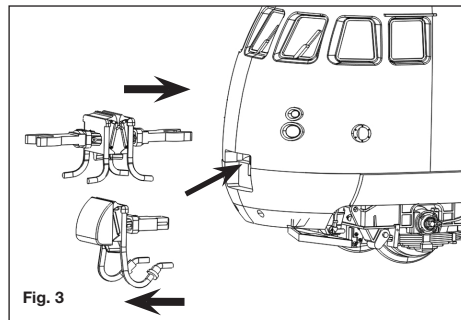

Fig. 3
**Kuppeln von Motor-/Steuerwagen und Mittelwagen mit Kupplungsstecker:** Wir empfehlen, den Zusammenbau des Triebzuges auf einer ebenen Fläche (Tischplatte etc.) durchzuführen. Legen Sie die Wagen in der Reihenfolge Motorwagen (s. fig. 1, 2) - Mittelwagen - Steuerwagen seitlich auf. Greifen Sie die Wagenenden zwischen Daumen und Zeigefingern so, dass Sie die Kupplungsstecker korrekt in die gegenüberliegende Buchse einführen können. (Daumen stützt dabei den Kupplungsstecker bzw. -buchse, fig. 3). Stecker und Buchse müssen eine gleichmäßige Verbindung darstellen (fig. 4). Stehen sich Stecker/Stecker oder Buchse/Buchse gegenüber, müssen sie den Mittelwagen auf die andere Seite drehen. Der Triebzug besitzt an den Kopfenden eine abnehmbare Kupplungsattrappe. Diese können Sie gegen die beliebige Kuppelstange austauschen (z. B. für Doppeltraktion). Zum Trennen des Triebzuges sind die Fahrzeuge in umgekehrter Pfeilrichtung (fig. 3) auseinanderzuziehen, dabei Fahrzeuge wieder wie beim Zusammenkuppeln greifen.
gungende Kuppelstange austauschen (z. B. für Doppeltraktion). Zum Trennen des Triebzuges sind die Fahrzeuge in umgekehrter Pfeilrichtung (fig. 3) auseinanderzuziehen, dabei Fahrzeuge wieder wie beim Zusammenkuppeln greifen.
**Coupling the driving coaches to the intermediate coach:** We recommend that you set up the train, as shown in fig. 1, on an even surface (a table or similar), starting with the motor coach. Place all vehicles, with their sidewalls on the table (fig. 2). Grip as shown in fig. 3 the vehicle's ends between thumbs and index fingers and slide the coupling connectors into the coupling sockets, thus forming an aligned coupling assembly (fig. 4). During that, your thumbs should be supporting the couplings. If you find two connectors or two sockets facing each other turn the intermediate coach on the opposite side. The train has a detachable coupling dummy at each end. For a double-heading or similar purpose, you can replace the coupling dummy with the accompa-
nying coupling bar. To separate the train, simply grip the train the same way as applied when coupling together and pull the vehicles apart in the opposite direction of the arrow shown in fig. 3.
**Accouplement des véhicules pilotes et du wagon intermédiaire :** Nous recommandons de composer le train sur une surface plane (une table etc.). Poser les véhicules lateralement (comme l'ordre indiqué dans la fig. 1) sur la table (fig. 2) et l'accoupler d'après des véhicules en les enclipsant. Saisissez les extrémités de la voiture par le pouce et l'index de sorte que vous pouvez introduire le connecteur de couplage correctement dans la prise d'accouplement (alors que le pouce est basé connecteur ou prise, fig. 3). Veiller à ce que l'attelage forme une ligne continue (fig. 4). En cas que deux prises ou deux connecteurs confrontent, tournez la voiture intermédiaire vers l'autre côté. La rame possède des crochets d'attelage en tête (attrappes). Vous pouvez échanger les contre la barre d'accouplement accompagnée. Pour le découplage du rame tenez les véhicules comme l'accouplement et tirez soigneusement.
Für den Betrieb in Doppeltraktion kann die Kupplungsattrappe abgezogen werden. Zwei VT 12.5 Einheiten können dann durch die beiliegende Kuppelstange (mit imitiertem geschlossener Schaku) verbunden werden (Fig. 3).
For use in double header, the dummy coupler may be removed carefully. Two VT 12.5 units may be connected by the enclosed coupling rod (with closed Schaku imitation) (Fig. 3).
Pour une utilisation en double traction, la réplique de l'attelage sera déduit prudente. Deux VT 12.5 unités peuvent être reliées par la tige de l'attelage ci-joint (avec une imitation fermée Schaku) (Fig. 3).